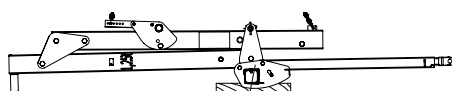
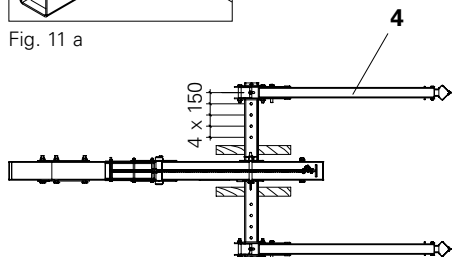

Fig. 11
Fig. 12
2. Disporre dei travetti di legno al di sotto e arretrare il fermo (6). (Fig. 11 + 11 a)
3. Sollevare il braccio forza (4).
4. Regolare la distanza con incrementi di 150 mm. Regolare la distanza in modo simmetrico rispetto al braccio di supporto, e in larghezza nella misura consentita tra i puntelli del tavolo per solai. (Fig. 12)
5. Portare il fermo in posizione di sicurezza. (Fig. 12 a)
Fig. 11 a
Fig. 12 a